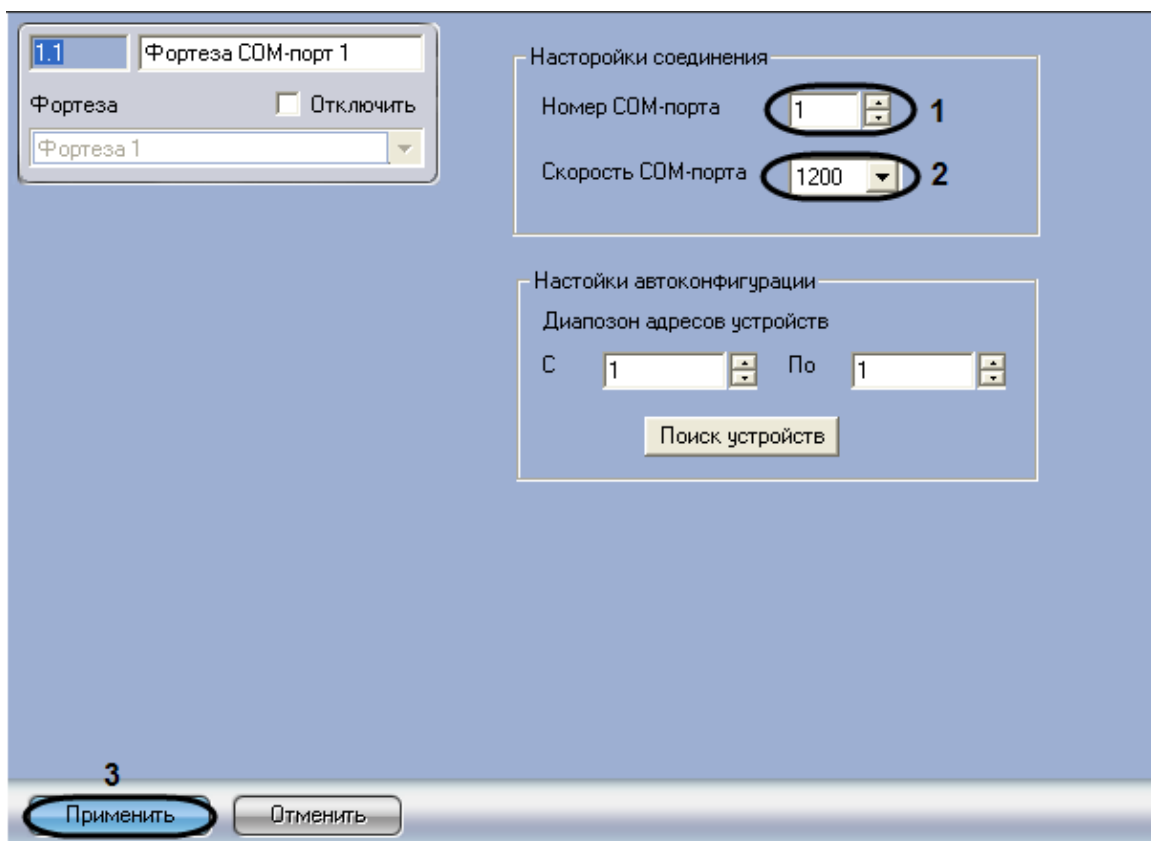

Рис. 3.3—2 Настройка СОМ-порта подключения
2. В поле **Номер СОМ-порта** с помощью кнопок **вверх-вниз** ввести номер порта подключения аппаратных средств ПСЗ Фортиза к Серверу (см. Рис. 3.3—2, 1).
- Из раскрывающегося списка **Скорость СОМ-порта** выбрать скорость передачи данных по СОМ-порту (см. Рис. 3.3—2, 2).